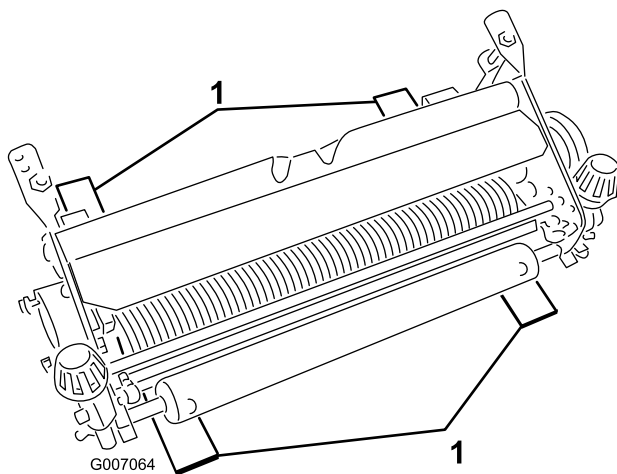

Figura 3
2. Posizionare le (4) barre di misura (alla profondità di penetrazione della lama sotto il terreno desiderata) sotto il rullo anteriore e le ruote posteriori del dispositivo antifeltro (Figura 3).